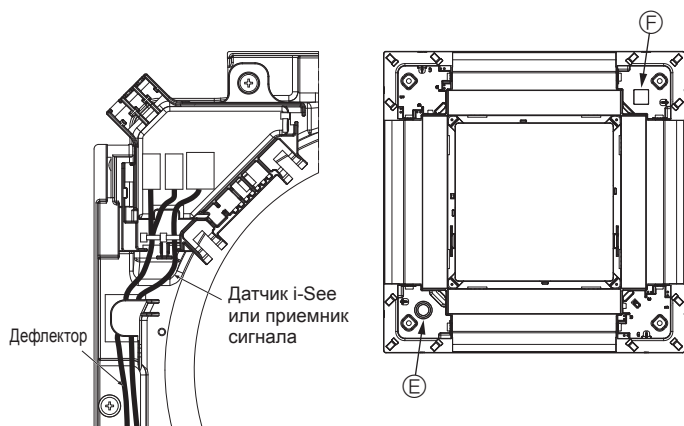

Fig. 6-14
- Проложите провода датчика i-See и приемника сигнала, как показано на Fig. 6-14.